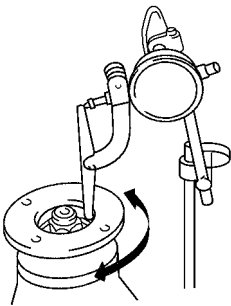

图 14-133 检查结合法兰的端面圆跳动
(2) 检查结合法兰的端面圆跳动，如图 14-133 所示。